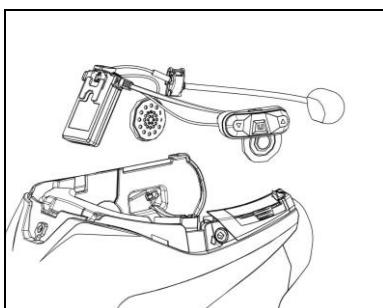

Fig. 7
- Sätt i systemet i det särskilda sätet bak på hjälmen och tryck ner till räfflingens botten (Fig. 7).